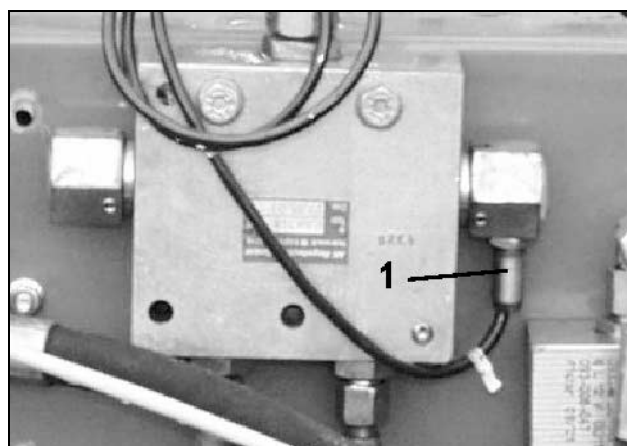

Рис. 51
- с маркерами от датчиков (Рис. 51/1) при смене маркеров;